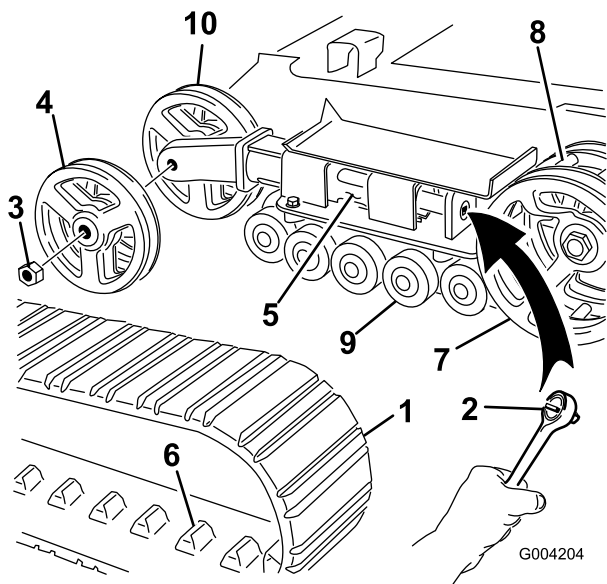

Рисунок 47
- Используя сменную головку размером 1/2 дюйма, ослабьте натяжение привода, вращая натяжной винт по часовой стрелке (Рисунок 45 и Рисунок 47).
- Надавите на натяжной каток в направлении задней части тягового блока, чтобы придвинуть трубу вилки к каркасу (Рисунок 47). (Если она не касается каркаса, продолжайте вращать натяжной винт до тех пор, пока труба вилки не приблизится вплотную к каркасу.)
- Отвинтите гайку, которая крепит внешний натяжной каток, и снимите каток (Рисунок 47).
- Снимите гусеницу (Рисунок 47).
- Отвинтите гайку, которая крепит внутренний натяжной каток, и снимите каток (Рисунок 47).
- Установите внутренний натяжной каток и закрепите его отвинченной ранее гайкой (Рисунок 47).
- Установите новую гусеницу, убедившись, что выступы на гусенице входят в зазор между проставками в средней части ведущего колеса (Рисунок 47).
- Установите внешний натяжной каток и закрепите его отвинченной ранее гайкой (Рисунок 47).